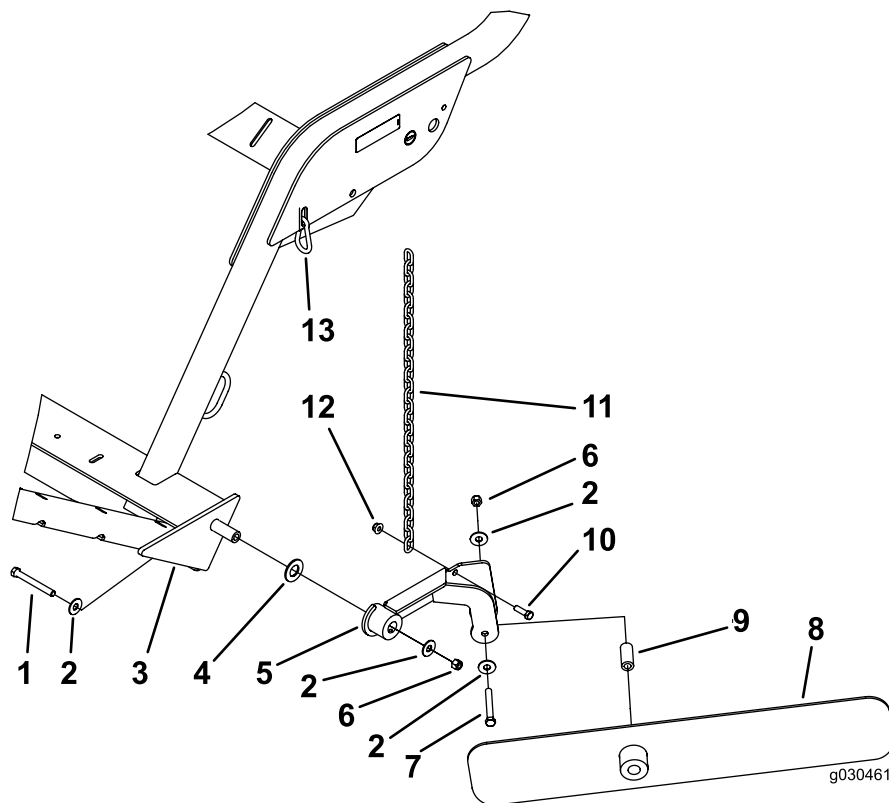

Figura 16
Nota: Coloque los componentes según se muestra en Figura 16.
2. Sujete el deflector al conjunto de montaje con un perno (7/16" x 3¼"), 2 arandelas planas, un espaciador y una contratuerca (7/16"). Monte los componentes tal y como se muestra en Figura 16.
3. Fije la cadena al conjunto de montaje del deflector con un perno (¾" x 1¼") y una tuerca con arandela prensada (¾") (Figura 16).
4. Fije el otro extremo de la cadena a la ranura del bastidor con el mosquetón (Figura 16).